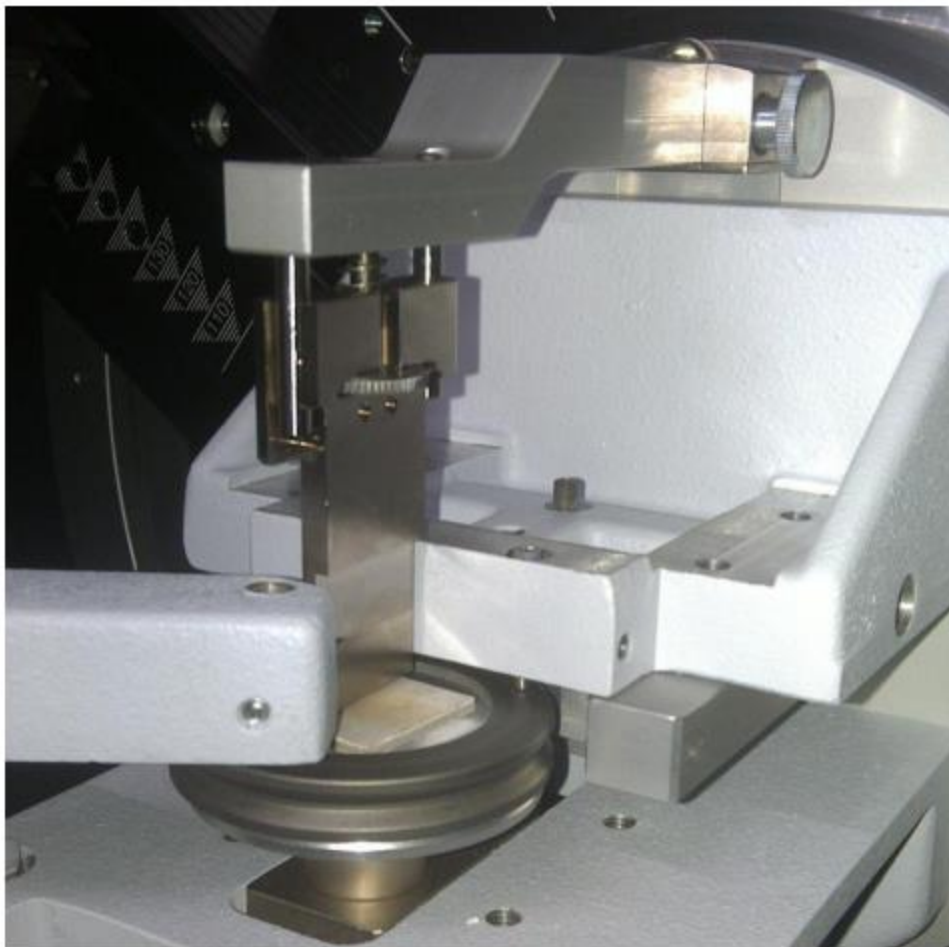

图 4-8
4.8 如果测量的起始角度比较低（<10 度），需要使用防空气散射附件，附件的刀口离样品表面距离约 1 毫米到 1.5 毫米，在大大减低空气散射背景的情况下，要保证高角度的测量强度不受影响，可以使用刚玉标样在使用和不使用防空气散射附件的情况下比较终止角度附近衍射峰的强度以决定合适的刀口高度。（图 4-8）。